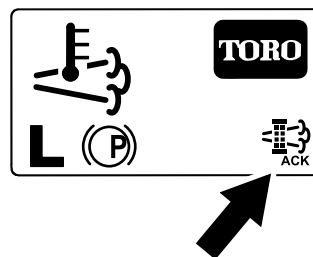

Figure 56
8. L'InfoCenter affiche l'écran d'accueil et l'icône de confirmation de régénération (Figure 56) apparaît en bas à droite de l'écran pendant le processus de régénération.